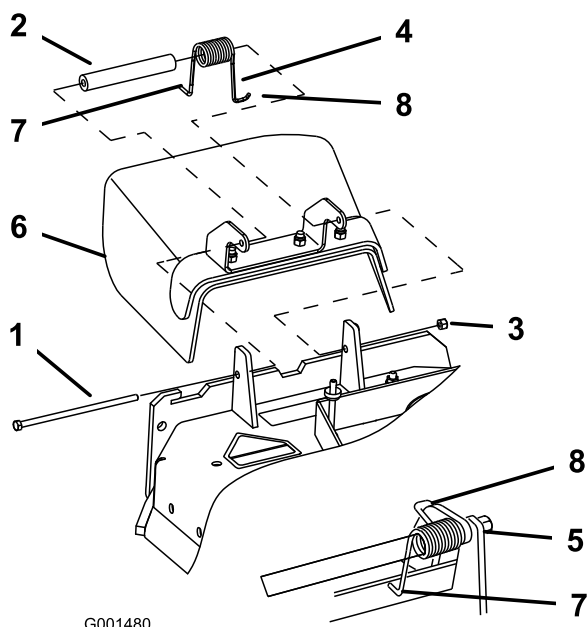

Figura 45
1. Retire la contratuerca, el perno, el muelle y el espaciador que sujetan el deflector a los soportes de pivote (Figura 45). Retire el deflector de hierba dañado o desgastado.
Nota: Asegúrese de colocar el extremo en L del muelle detrás del reborde de la plataforma antes de instalar el perno, según se muestra en la Figura 45.
- Instale el perno y la tuerca. Coloque el extremo en J del muelle alrededor del deflector de hierba (Figura 45).